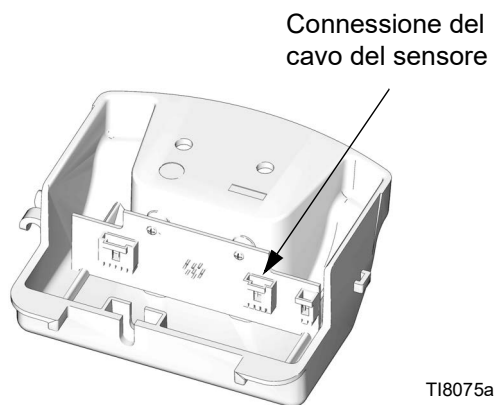

FIG. 15. Connessione del cavo del sensore
- a. **DataTrak Modelli:** Rimuovere le due viti (135). Rimuovere con attenzione il modulo DataTrak (131), vedere pagina 14. Scollegare il solenoide di fuorigiri e i cavi del sensore dalla scheda del modulo. Rimuovere le due viti (134) e far scorrere con attenzione l'alloggiamento (132) sulla valvola dell'aria.
- b. **Modelli sensore lineare:** Rimuovere le viti (134) e far scorrere con attenzione l'alloggiamento (132) fuori della valvola dell'aria. Scollegare il cavo del sensore dalla scheda di circuito. Vedere la FIG. 15 a pagina 28.
10. Reinstallare il silenziatore (15). Serrare completamente le viti (43) contro il silenziatore.
11. Reinstallare il coperchio esterno della valvola (47).
- a. **DataTrak Modelli:** Far scorrere con attenzione l'alloggiamento (132) sulla valvola dell'aria. Avvitare le viti (134) a mano, quindi serrare a 11,3 N•m (100 poll.-lb). Ricollegare i cavi del solenoide e del sensore al modulo (131), vedere pagina 14. DataTrak Far scorrere nuovamente con attenzione il modulo sull'alloggiamento (132). Rimontare le due viti (135).
- b. **Modelli sensore lineare:** Ricollegare il cavo del sensore alla scheda di circuito. Vedere FIG. 15, pagina 28. Far scorrere con attenzione l'alloggiamento (132) sulla valvola dell'aria. Avvitare le viti (134) a mano, quindi serrare a 11,3 N•m (100 poll.-lb).
13. Reinstallare il coperchio superiore (30).
5. Rimuovere le viti (134) e far scorrere con attenzione l'alloggiamento (132) sulla valvola dell'aria. Scollegare il cavo del sensore dalla scheda di circuito. Vedere FIG. 15.
6. Filettare nuovamente il cavo attraverso il foro (H) sul lato dell'adattatore (33) ed estrarlo dalla parte superiore dell'adattatore.
7. Svitare l'adattatore (33) e il sensore (35). Sollevare il sensore verticalmente fuori del motore pneumatico.
8. Applicare il sigillante per filettature alla nuova sede del sensore. Avvitare il sensore (35) sul cappuccio superiore (1). Serrare a 40,6-48,8 N•m (30-36 piedi-lb).
9. Applicare il sigillante per filettature all'adattatore (33). Estrarre il cavo del sensore dalla parte superiore dell'adattatore e avvitare l'adattatore sul cappuccio superiore (1). Serrare a 40,6-48,8 N•m (30-36 piedi-lb).
10. Filettare il cavo del sensore attraverso il foro (H) sul lato dell'adattatore e ricollegarlo alla scheda di circuito. Vedere FIG. 15, pagina 28. Far scorrere con attenzione l'alloggiamento (132) sulla valvola dell'aria. Avvitare le viti (134) a mano, quindi serrare a 11,3 N•m (100 poll.-lb).
11. Applicare il sigillante per filettature all'anello di sollevamento (21). Fissare l'adattatore (33) con una chiave per impedire che ruoti e stringere l'anello di sollevamento con coppia di 40,6-48,8 N•m (30-36 piedi-lb).
12. Reinstallare il coperchio superiore (30).